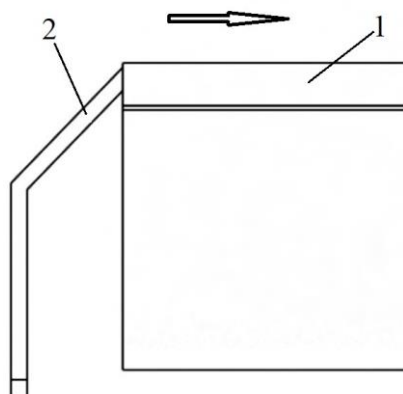

Рисунок 4 – Установка защиты подкрылка в требуемое положение:
3. Снять подкрылки с трактора и демонтировать кронштейны подкрылков с цапфы. Защиту подкрылков поз. 1 сместить до упора относительно кронштейна поз. 2(см. рис. 4).